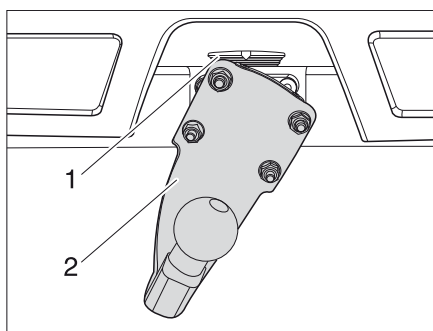

Bild 5 Släpvnagskoppling
- Sätt släpvnagskopplingen (Bild 5,2) i 90° vinkel på spärren (Bild 5,1).
- Sväng släpvnagskopplingen (Bild 5,2) nedåt tills spärren (Bild 5,1) går i lås.
- Tryck spärren (Bild 5,1) uppåt.
- Sväng släpvnagskopplingen (Bild 5,2) 90° åt vänster.
- Släpp spärren (Bild 5,1).
- Ta bort släpvnagskopplingen (Bild 5,2).